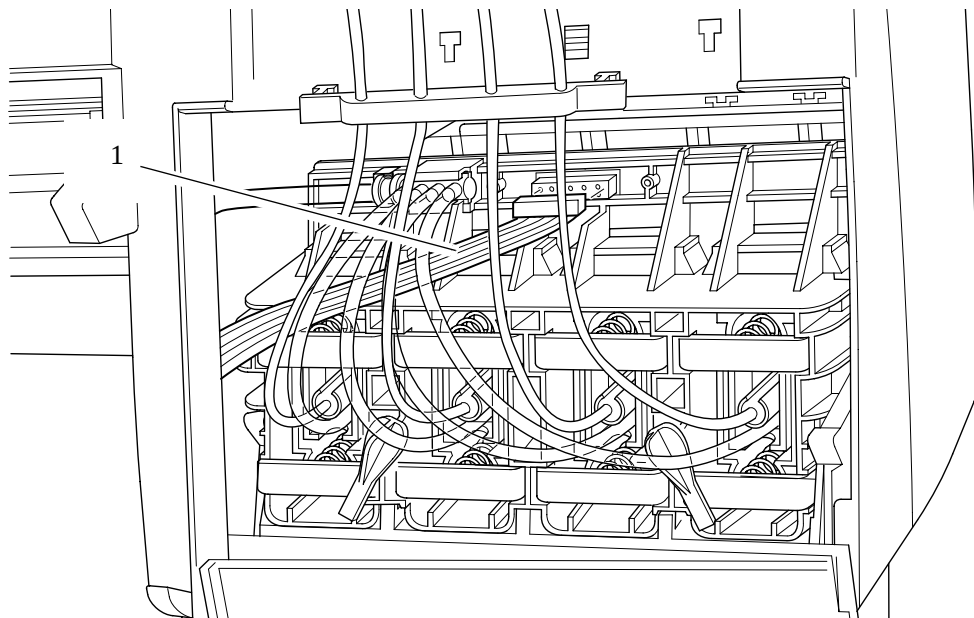

図 12 : インク カートリッジ チューブ コネクタ ケーブル
- 5 インク カートリッジ チューブ コネクタ ケーブルを取り外します (図12参照)。